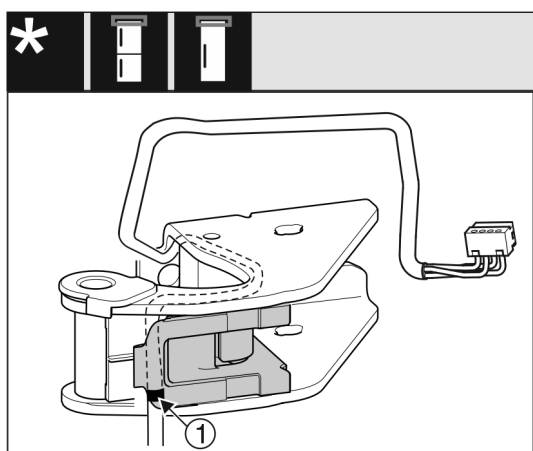

Fig. 28
- Për këtë duhet që shenja e mesit të ndodhet në buzën e mbajtëses së kablllos Fig. 28 (1).